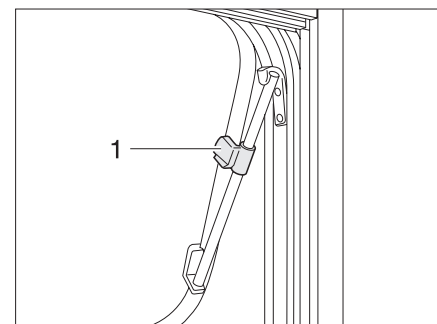

Bild 20 Ausstellfenster mit Dreh-Ausstellern, geöffnet
- ▶ Ausstellfenster bis zur gewünschten Stellung öffnen und mit Rändelknopf (Bild 20,1) feststellen.
- ▶ Rändelknopf (Bild 20,1) drehen, bis Arretierung freigegeben wird.